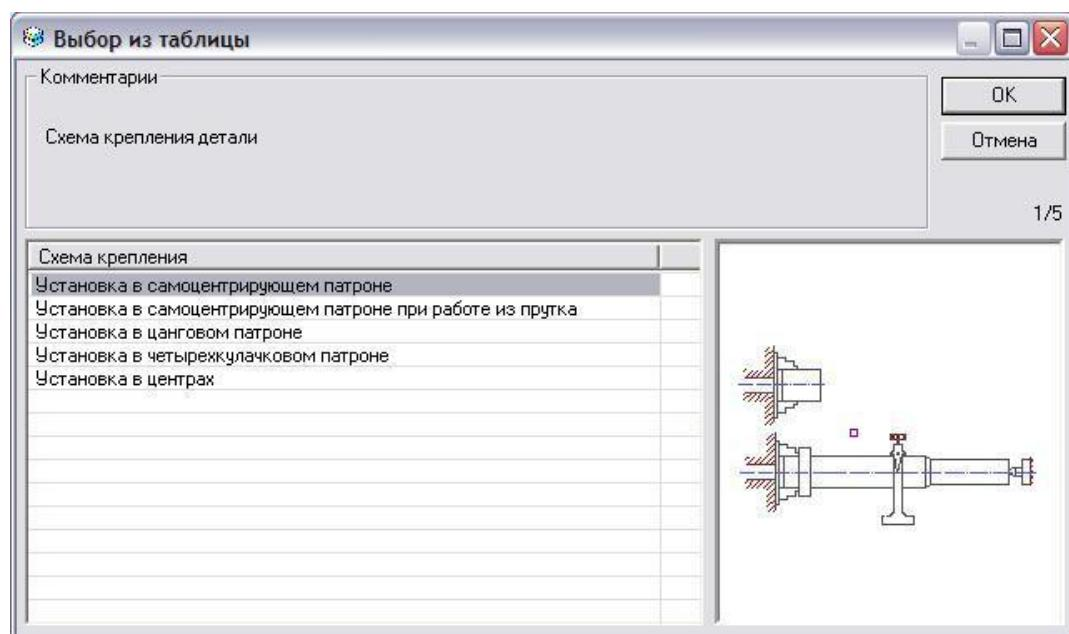

Рисунок 12. Выбор схемы крепления детали
1. В строке **Выбрать схему крепления детали для расчета нормы времени** нажмите кнопку . При нажатии на кнопку  - выполнить расчет вспомогательного времени система предложит на выбор схемы крепления детали (см. рис. 12).